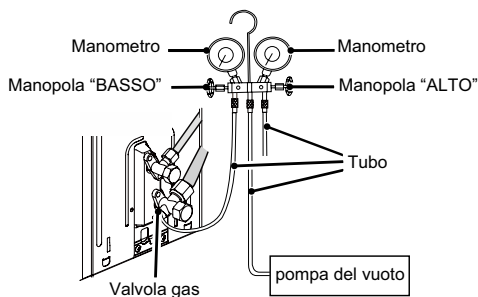

Fig.10
3. Come mostra la figura a lato (Fig.10), espellere il gas dall'interno dell'unità interna e della tubazione del refrigerante, tramite una pompa del vuoto.